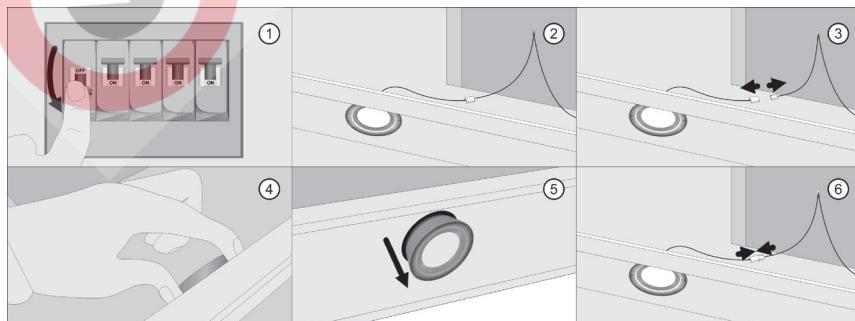

Рис. 15 Замена ламп освещения
Перед заменой ламп следует отключить изделие от сети питания. ( Рис. 15. 1)
1. Извлечь жировой алюминиевый фильтр; (Рис. 15. 2)
тания лампы, нажав на фиксатор на нем; ( Рис. 15. 3)
3. Изнутри вытяжки нащупать две фиксирующие пластины лампы, сжать их пальцами и вытолкнуть лампу вниз; ( Рис. 15. 4, 5)
4. Установить новую лампу того же типа и характеристик (12 В, 1,5 Вт), и последовательно подключить к питанию. ( Рис. 15. 6)